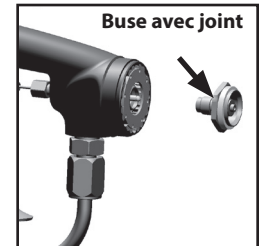

Fig. 5
2. Déposer la buse de produit et le joint en appuyant à fond sur la gâchette. (voir fig. 5).
4. Poser la buse de produit et le joint neufs en appuyant à fond sur la gâchette. Serrer la buse de produit à 12-15 N-m [9-11 ft-lbs]. (voir fig. 5).